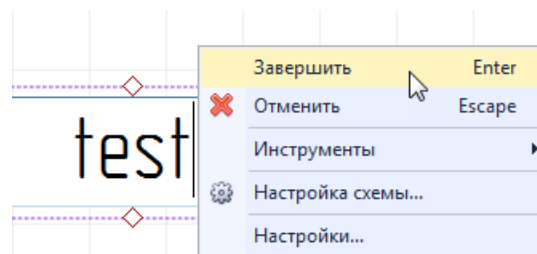

Рис. 395 Завершение добавления текста
3. После ввода текста и настройки его параметров нажмите Enter или выберите «Завершить» в контекстном меню, Рис. 395. Выбор пункта «Отменить» сбросит добавление текстового поля без сохранения, но инструмент «Разместить текстовое поле» останется активным.